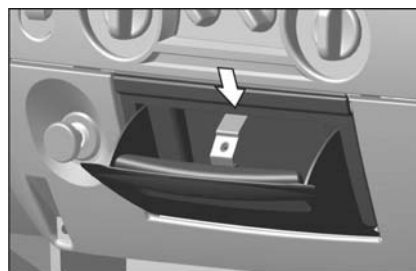

Рис. 5.8. Пепельница
- 20 – пепельница. Снятие пепельницы показано на рис. 5.8.